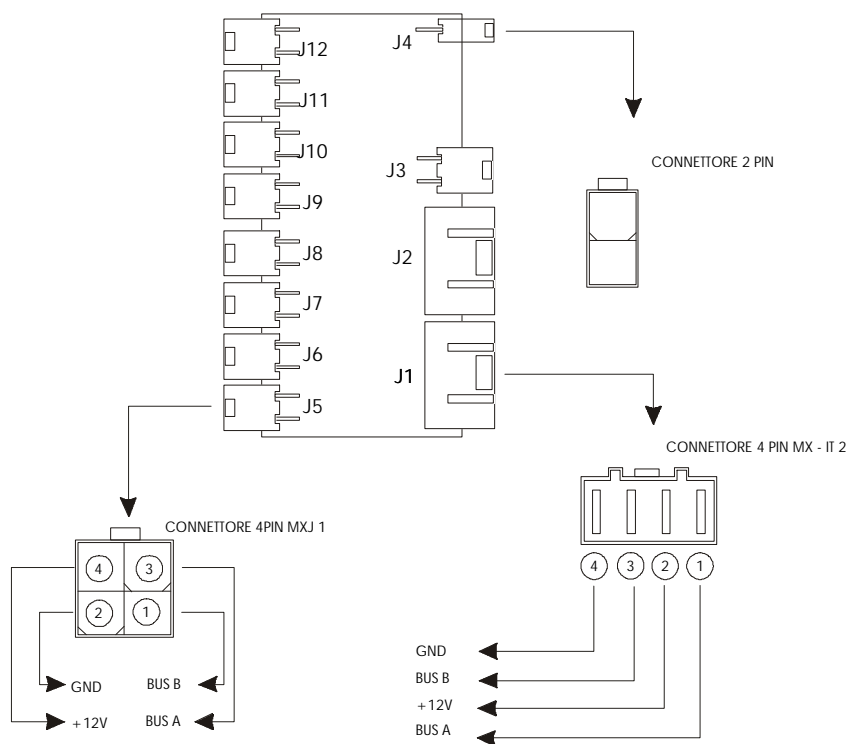

Figura 1 "Power Hub"
Il distributore può essere comandato per abilitare/disabilitare il flusso di energia verso le uscite in due modi: localmente, attraverso un pulsante (on/off) direttamente connesso al distributore (J4 in Figura 1), oppure remotamente, attraverso la centralina, con un apposito comando. Quest'ultima visualizza anche lo stato delle protezioni elettriche del distributore.
Il dispositivo è costituito essenzialmente da tre tipi di connettori. Il connettore J1, Figura 1, considerato normalmente l'ingresso del dispositivo, presenta dei terminali omologhi, cioè, in comune, con i connettori J2 e J3 ritenuti quindi dei puri e semplici passanti.
- J1..J2 Molex "*caimano*" sigla **mlx94213-2014** con i contatti disposti nella seguente maniera (vedi anche Figura 1)
- J12 Molex "mini-fit Jr" sigla **MLX5569-04** con in contatti disposti nella seguente maniera (vedi anche Figura 1)
- J12 Molex "mini-fit Jr" sigla **MLX5569-02A2** con in contatti disposti nella seguente maniera (vedi anche Figura 1)